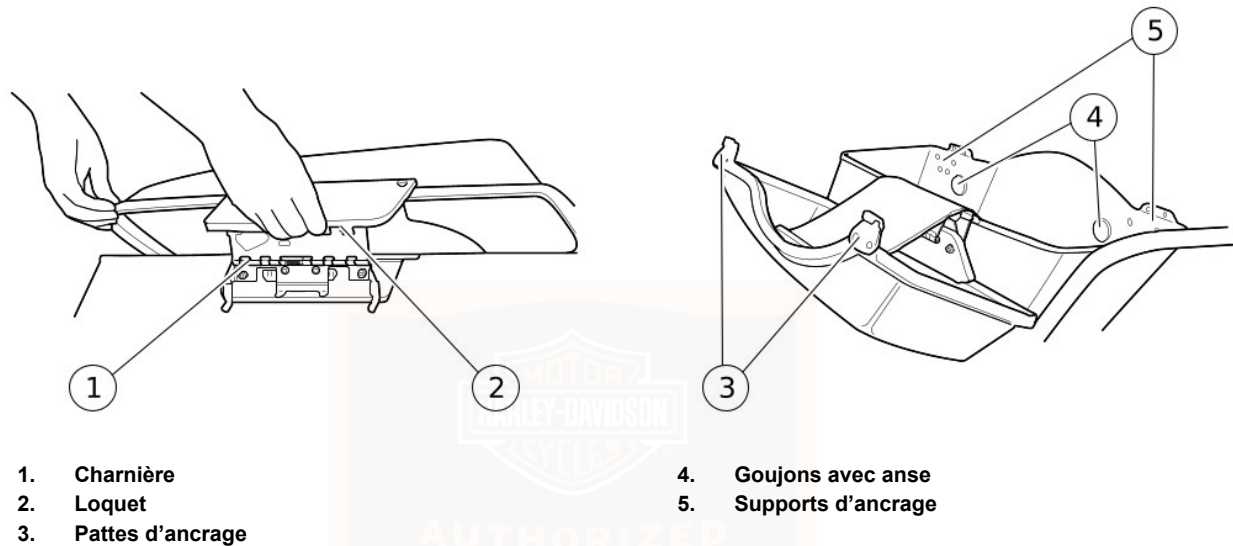

Figure 21. Sacoches dures
1. Voir Figure 21. Déverrouiller le loquet avec la clé de contact.
1. Voir Figure 21. Utiliser les deux mains pour maintenir les coins EXTÉRIEURS du rabat et faire glisser le bord intérieur en place de manière à ce que les supports glissent ensemble.
Voir Figure 21. Les sacoche sont fixées aux supports à l'aide de fixations d'un quart de tour appelées goujons avec anse.
1. Voir Figure 21. Fixer les goujons en les enfonçant dans les fixations du support et les tourner d'un quart de tour dans le sens horaire.